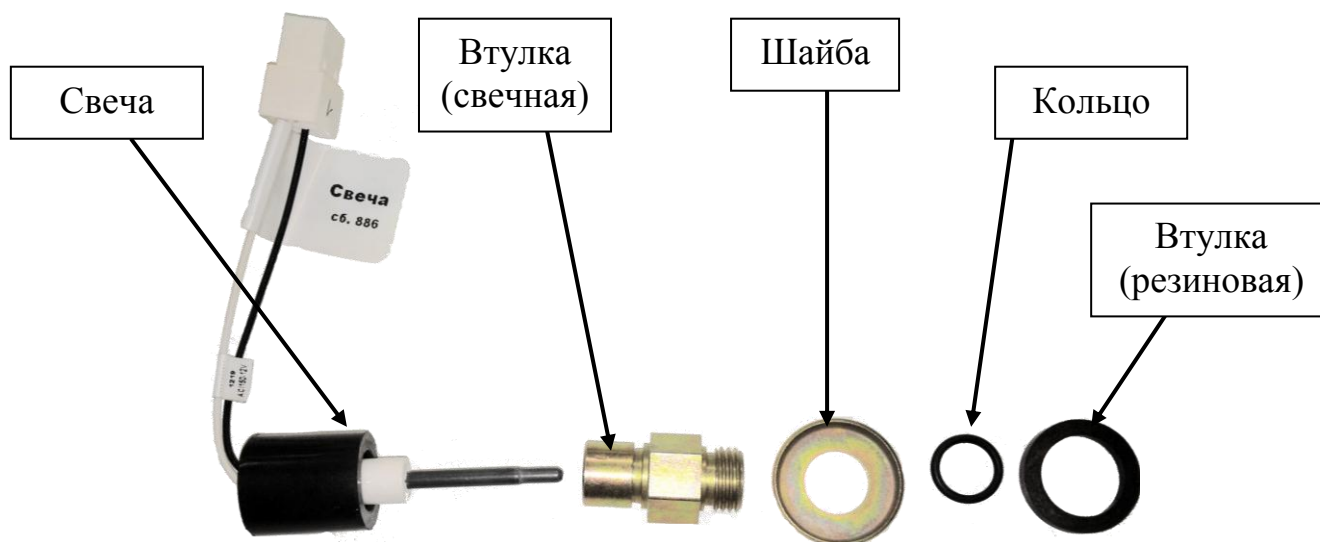

Рис.2 – Свеча с монтажным комплектом.
- вынуть свечу из втулки (см. рис.2);